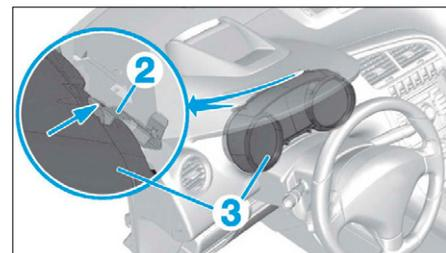

FIG. 25
- les agrafes de fixation (2) du combiné sur la planche de bord (flèches) (Fig.25).
- Ecarter le combiné (3) et débrancher ces connecteurs.
- Déposer le combiné (3).